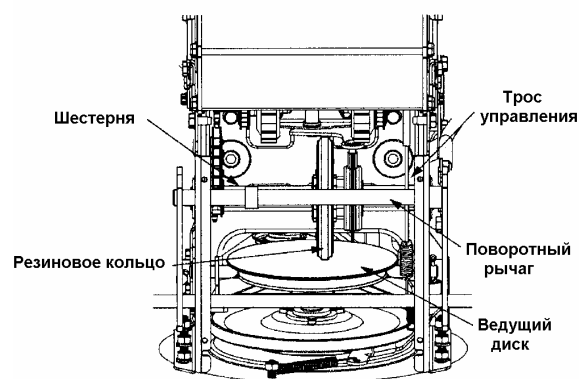

Рис. 24
9. При сжатии рычага привода фрикционный диск должен соприкаться с ведущим диском (см. рис. 24).